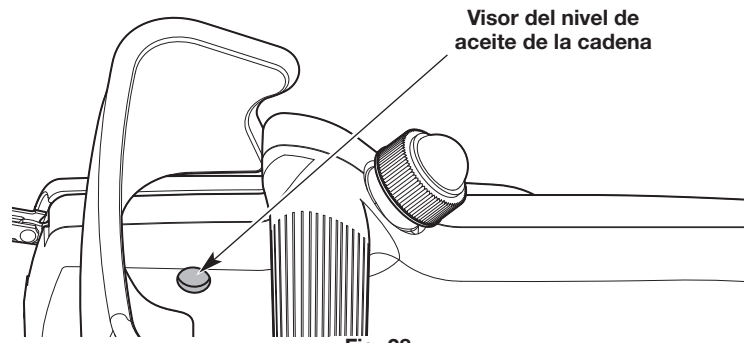

Fig. 28
2. Observe el interior del visor del nivel de aceite de la cadena; use una linterna si es necesario. El nivel de aceite debe llenar el visor por lo menos hasta la mitad (Fig. 28). Si el nivel de aceite es demasiado bajo, agregue aceite para la barra y la cadena. Consulte *Llenado del depósito de aceite de la cadena*.